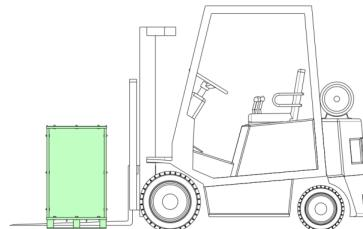

Рисунок 3.1. Перемещение к месту установки
- Перемещение оборудования к месту установки осуществляется посредством вилочного погрузчика (см. рис. 3.1).